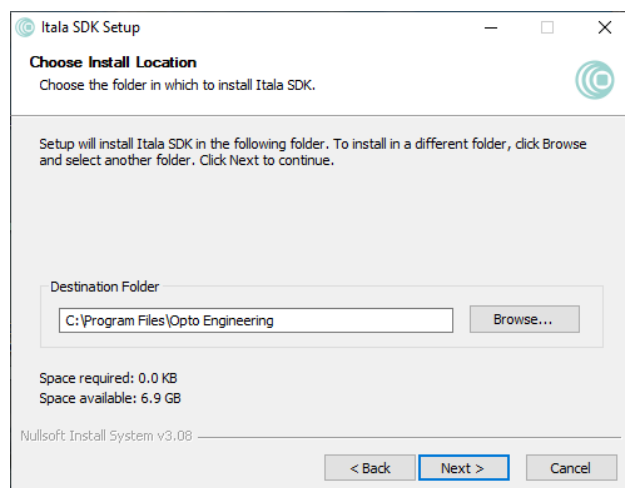

Figure 11: Itala SDK finestra della cartella di destinazione.
4. Scegliere la cartella di destinazione (Fig. 11).